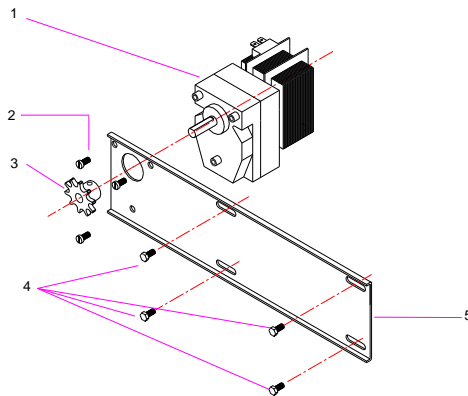

Abbildung 10
- Lösen Sie die Schrauben (4) Abb. 10, um die Kette zu entfernen, die das Ritzel (3) mit der Achse des ersten Schwertes verbindet.
- Wenn Sie dann die Kette herausgenommen haben, lockern Sie nun bitte vollständig alle Schrauben (4), um die Motorhalterung (5) gleichzeitig mit dem Getriebe zu entfernen.
- Lockern Sie die Schraube die das Ritzel (3) an der Getriebeachse festgeschraubt ist, um letztendlich das Getriebe von der Achse beiseite legen zu können. Lockern Sie nun alle Schrauben (2) vollständig, um dann den Getriebemotor von der Motorhalterung zu entfernen.